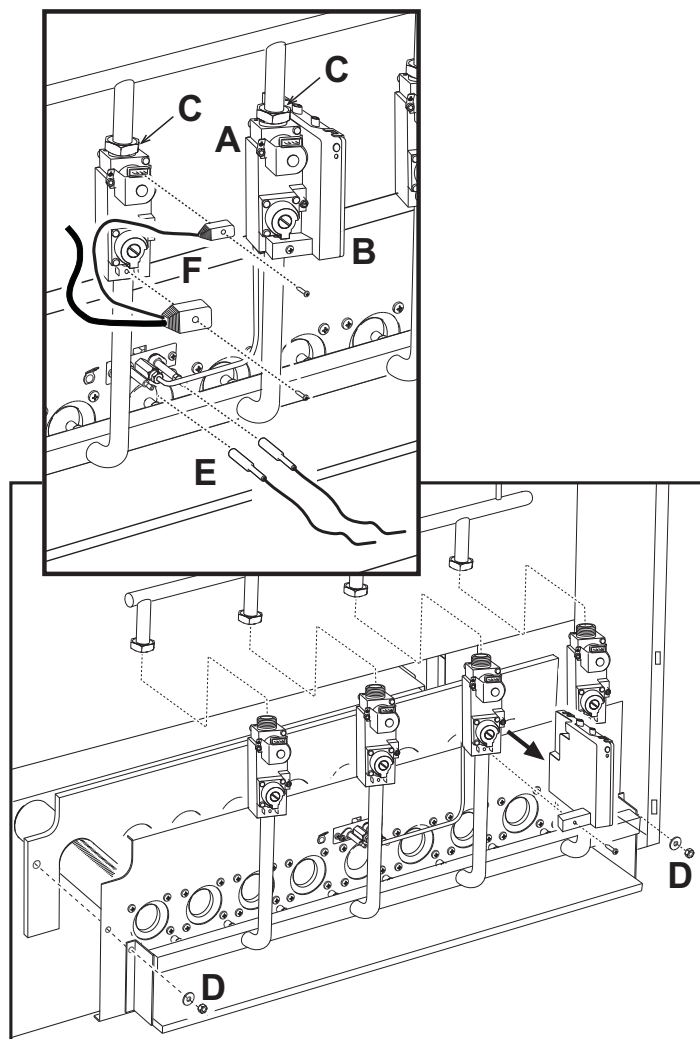

рис. 7 - Демонтаж и очистка горелок
- Открутите два винта, крепящие электронный блок контроля за пламенем (поз. **В** - рис. 7) к газовому клапану (поз. **А** - рис. 7), и отсоедините последний от клапана.
- Открутите гайки крепления трубы подачи газа, расположенной перед газовыми клапанами (поз. **С** - рис. 7).
- Открутите две гайки крепления дверцы камеры сгорания к чугунным элементам корпуса котла (поз. **Д** - рис. 7).